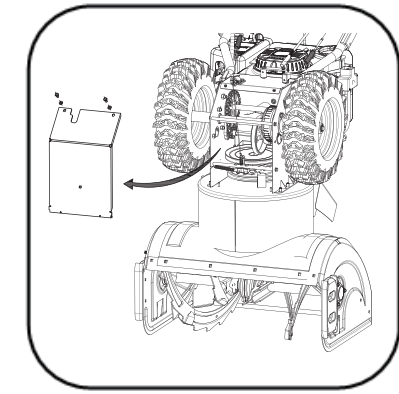

Рисунок 21
2. Осторожно повернуть снегоуборщик вверх и вперед так, чтобы он опирался на кожух шнека. Снять крышку рамы с нижней стороны снегоуборщика, отвернув четыре крепящих его самореза (см. Рисунок 21).